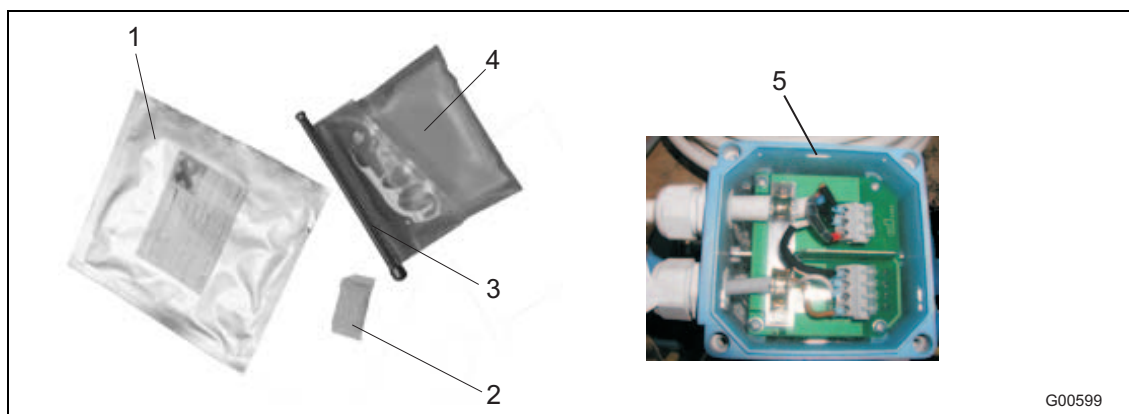

Рис. 34
- Не заполнять клеммную коробку сверх меры – не допускать контакта герметизирующей массы с круглым уплотнительным кольцом и уплотнением/пазом (см. рисунок Рис. 34).